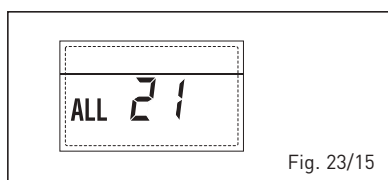

Fig. 23/15
– **INTERVENCIÓN TERMOSTATO DE SEGURIDAD SEGUNDA ZONA MEZCLADA “ALL 22” (fig. 23/16)**